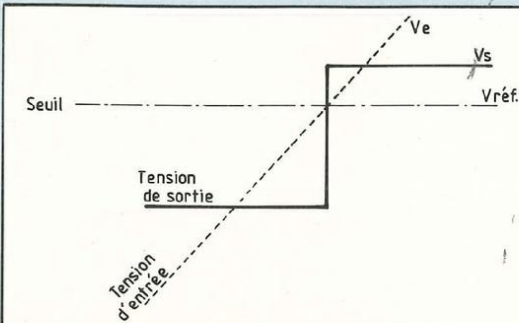

Fig. 1 : La tension de sortie varie brusquement.
**L**es dispositifs à seuil se distinguent aussi des circuits de logique binaire fonctionnant en tout ou rien, car pour un montage à seuil la tension d'entrée n'est pas limitée à deux états. En fait le fonctionnement des circuits à seuil est intermédiaire entre les circuits linéaires et les circuits logiques : la tension de sortie varie brusquement dès que l'entrée devient plus grande ou plus petite qu'une référence donnée appelée « seuil », comme le montre la figure 1.